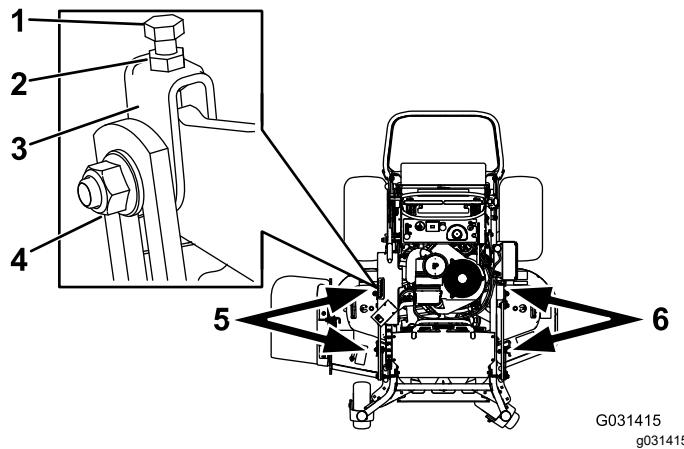

Figure 82
- Desserrez l'écrou latéral et l'écrou de blocage dans les chapes que vous voulez régler (Figure 82).
2. Tournez le boulon supérieur de ces chapes pour régler la hauteur du tablier de coupe (Figure 82).